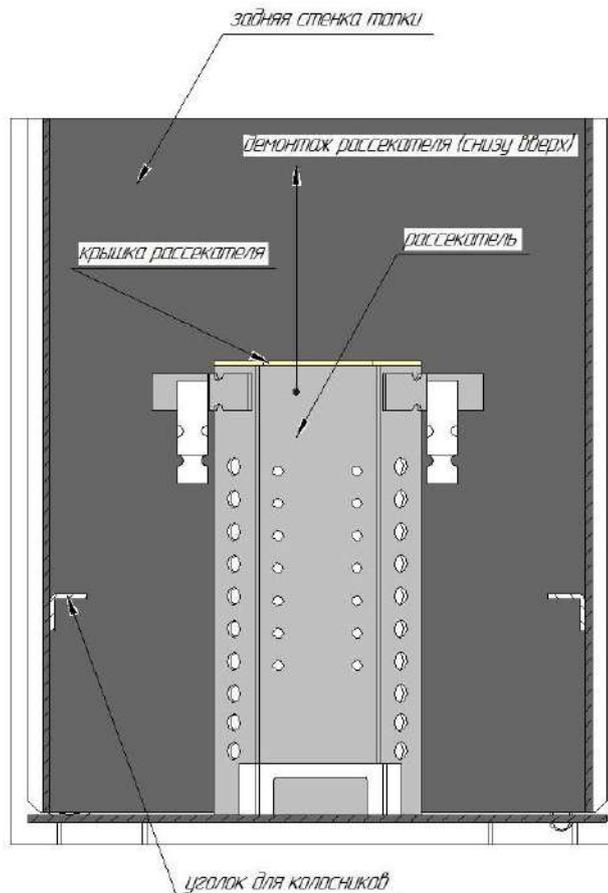

Рис.10
1. Демонтировать рассекатель фронтальной подачи воздуха см. рис.10
Периодически необходимо очищать отверстия рассекателя и воздушный канал. Для этого демонтировать рассекатель легким постукиванием по козырьку крышки рассекателя снизу –вверх, как показано на рис.10